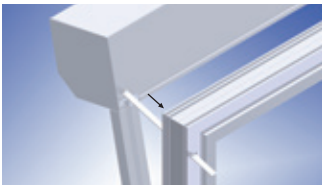
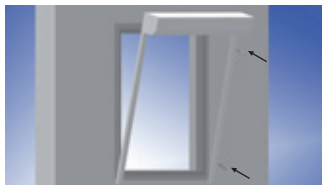

Bild 08
Bild 09
Schritt 4: Montieren Sie den Rollladenkasten. Hierzu halten Sie den Rollladenkasten inklusive Rollladenführungsschienen an die richtige Position am Fenster und fädeln Gurt, Kurbelstange oder Motorkabel durch die Durchführungsbohrung (Bild 08). Richten Sie den Rollladenkasten aus und verschrauben Sie ihn durch die dafür vorgesehenen Bohrlöcher in den Führungsschienen mit der Wand (Bild 09).